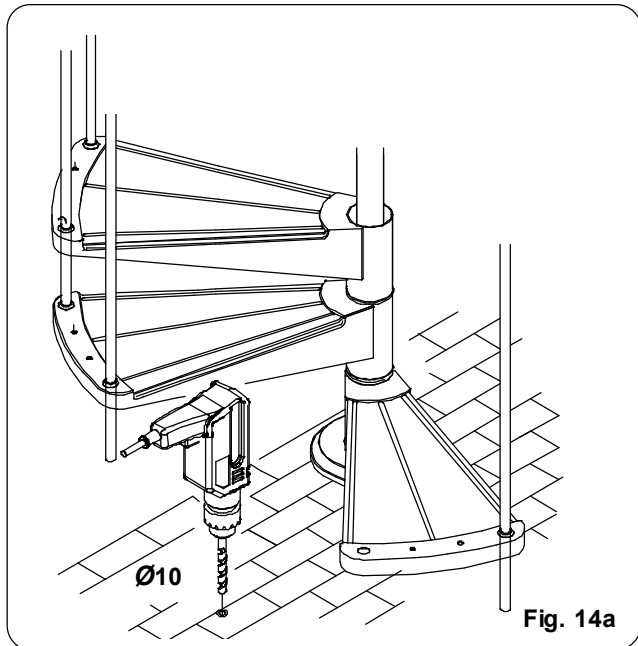
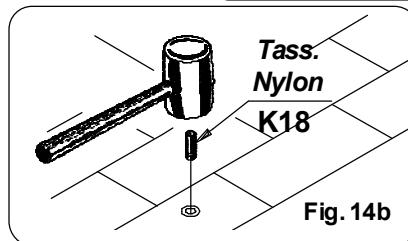
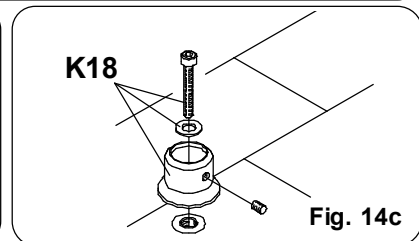

Fig. 14a
Fig. 14b
Fig. 14c
- Per poter forare in modo agevole nel punto precedentemente segnato, spostare il gradino (girandolo), in modo da non causare intralcio, quindi forare il pavimento, usando una punta $\varnothing 10$. (fig. 14a), e procedere poi come da fig. 14b e fig. 14c
- To easily drill the point marked before, move the step (by turning it) so that it does not become an obstacle, then drill the floor by means of a $\varnothing 10$ drill (fig. 14a) and proceed as shown in fig 14b and fig. 14c.
- Pour percer facilement le point marqué précédemment, déplacer la marche (en la faisant pivoter) de manière à ne pas en être gêné, puis percer le sol en utilisant un foret de $\varnothing 10$ (fig. 14a), et procéder comme indiqué fig. 14b et fig. 14c
- Um an der zuvor markierten Bohrstelle unbehindert bohren zu können, die Stufe (durch Drehen) verschieben, damit sie beim Bohren kein Hindernis darstellt, und am Boden mit einem Bohrer $\varnothing 10$ die Bohrung fertigen (Abb. 14a); danach wie in den Abb. 14b u. 14c gezeigt fortsetzen.
- Para poder perforar fácilmente en el punto marcado, mueva el peldaño (girándolo), para que no le moleste, y después perfora el pavimento con una punta $\varnothing 10$. (fig. 14a) y proceda después como se indica en las fig. 14b y 14c.